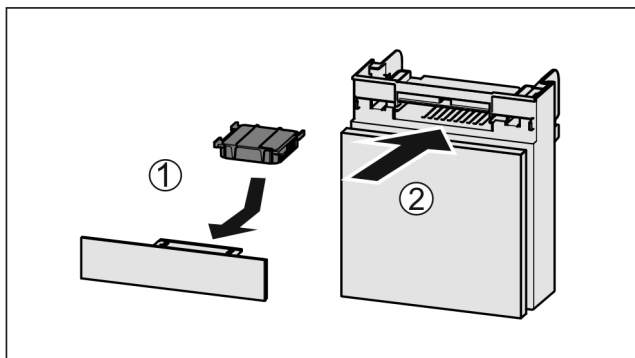

Fig. 176
- ▶ Vložte aktívny uhlíkový filter podľa obrázka Fig. 176 (1).
- ▶ Zasuňte zásuvku Fig. 176 (2).